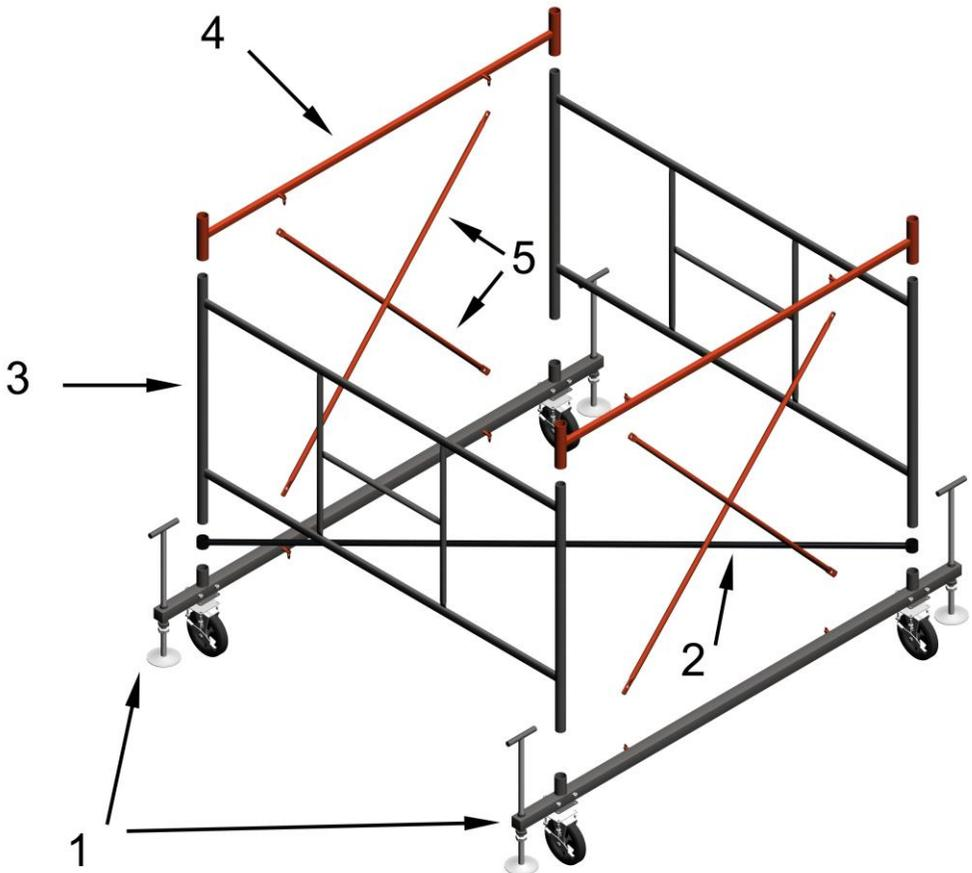

рис.2
3.6. Используя флажковые замки, соединить гантели (4) и базы (1) стяжками (5) (рис.2).